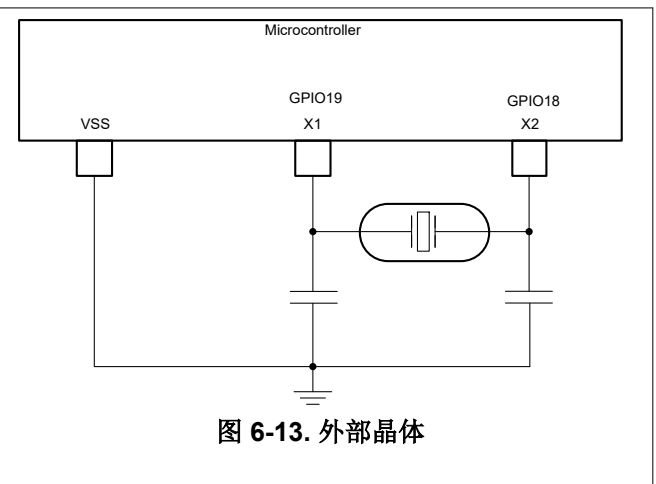

图 6-13. 外部晶体
- 外部晶体。如图 6-13 所示, 晶体应连接在 X1 和 X2 之间, 其负载电容器连接至 VSS。